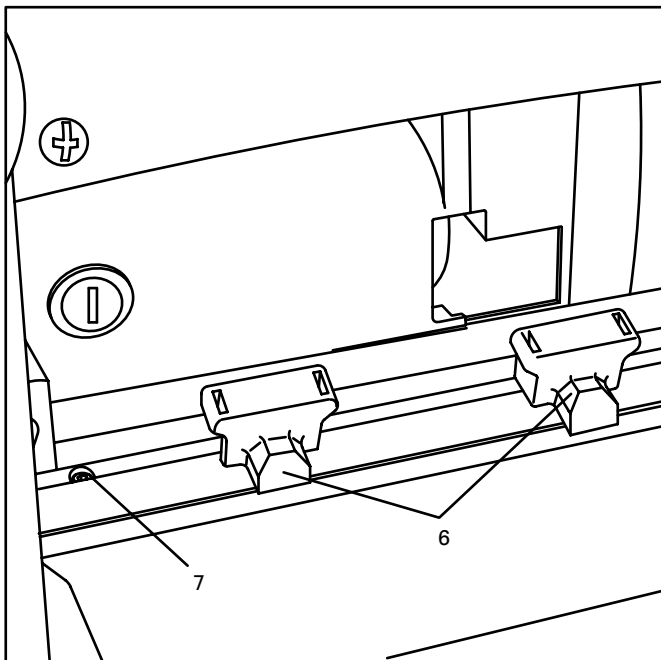

Fig. 16
9. Remettre la plaque de soutien (4), visser les huit boulons à tête hexagonale (3), mais ne pas serrer.
10. Mettre les guides de réglages de lame (6) sur le porte-outil avec les deux guides reposant fermement contre la lame. (Fig. 16)
11. Tourner les deux vis de réglage (7) jusqu'à ce que la lame touche les guides de réglage de lame.
12. Retirer les guides de réglage de lame et faire tourner le porte-outil de manière à exposer les huit boulons à tête hexagonale (3). Serrer tous les boulons avec la clé fournie.